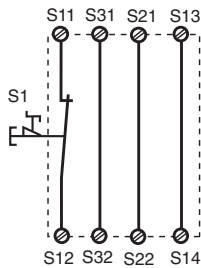
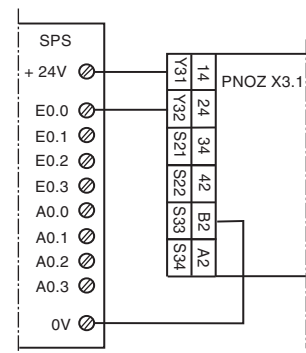

Fig. 2: Circuito de entrada monocanal, rearme automático/Circuito di ingresso monocanale, start automatico/Eenkanalig ingangscircuit, automat. start
Fig. 10: Ejemplo de conexión para salida de semiconductor/Esempio di collegamento per uscita a semiconduttore/Aansluitvoorbeeld van halfgeleideruitgang
En las Fig. 2 ... a Fig. 10 se presentan ejemplos de conexión para modo de conexión de parada de emergencia con rearme automático y manual, control de puerta protectora así como multiplicación de contactos mediante contactores externos. Por favor tenga en cuenta:
- Fig. 2 y 7: **no hay** conexión S33-S34
In Fig. 2 ... Fig. 10 sono riportati degli esempi di collegamento per il cablaggio dell'arresto di emergenza con start automatico e controllato, per il controllo fincorsa di ripari mobili, nonché per l'aumento del numero dei contatti mediante relè esterni.
- Fig. 2 e 7: **nessun** collegamento S33-S34
In fig. 2 ... fig. 10 worden aansluitvoorbeelden gegeven van noodstop-schakeling met automatische en bewaakte start, hekbewaking en contactvermeerdering door middel van externe magneetschakelaars.
- Fig. 2 en 7: **geen** verbinding S33-S34